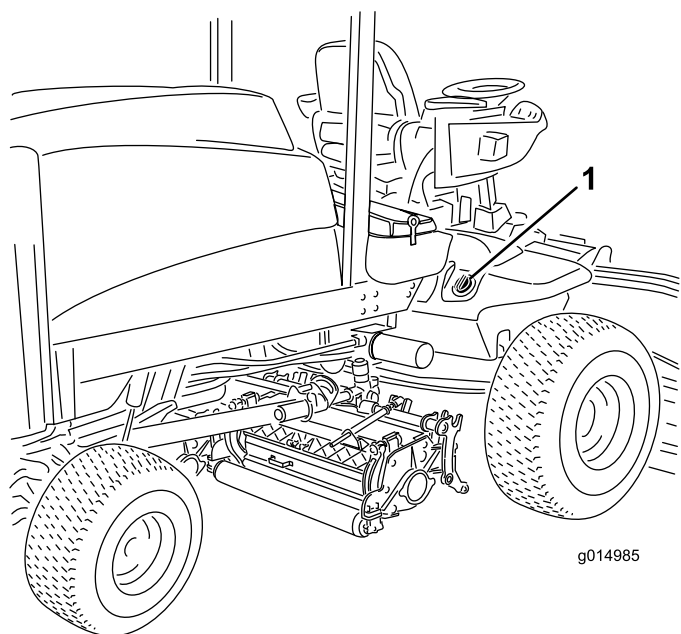

Figura 32
2. Limpie la zona alrededor del cuello de llenado y el tapón del depósito hidráulico (Figura 32). Retire el tapón del cuello de llenado.